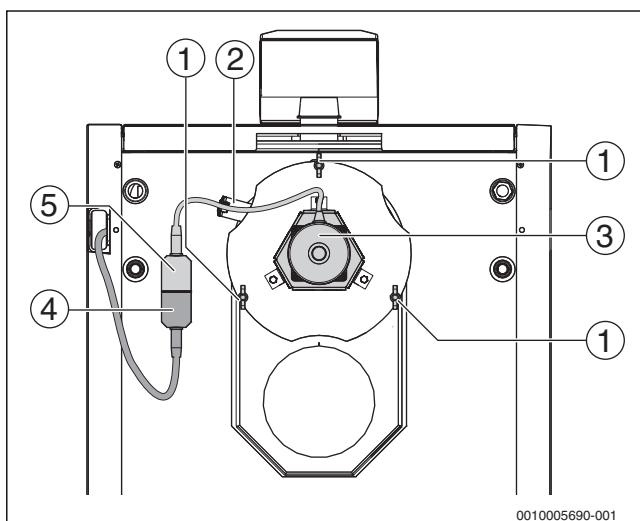

Fig. 33 Instalarea suflantei cu tiraj fortat
- ▶ Fixați cablul ventilatorului cu tiraj forțat pe suportul de cablu (→ Fig. 33, [2], pagina 33).